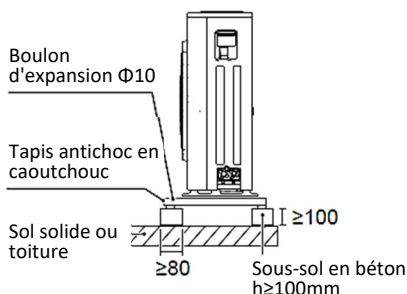

Fig. 6-3
- Si l'eau ne s'écoule pas facilement de l'unité, montez l'unité sur une fondation en blocs de béton, etc. (la hauteur de la fondation doit être d'environ 100 mm (dans la Fig. 6-3))